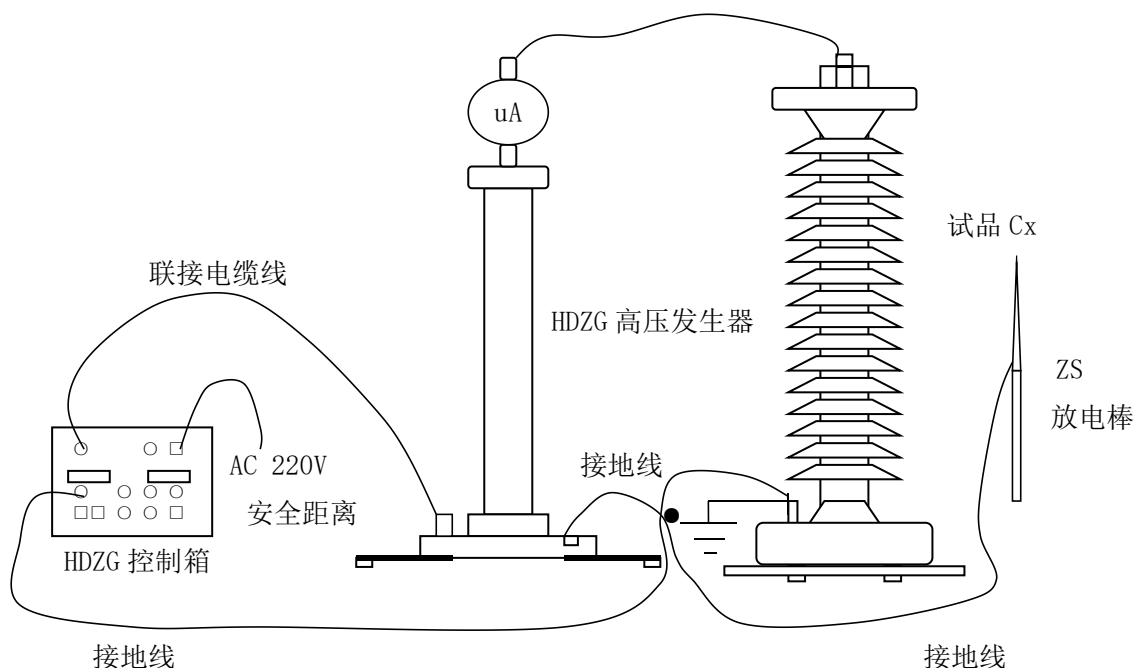

图6 试品试验接线示意图及接地线联接方法
(1) 直流发生器在使用前应检查其完好性, 联接电缆线不应有断路和短路, 设备无破裂等损坏。
(2) 将机箱、倍压筒放置到合适的安全的位置, 分别联接好电源线、电缆线和接地线。保护接地线与工作接地线以及放电棒的接地线均应单独接到试品的地线上(即一点接地)。严禁各接地线相互串联使用, 以免击穿时地电位抬高形成反击, 损坏仪器。(见图 6)